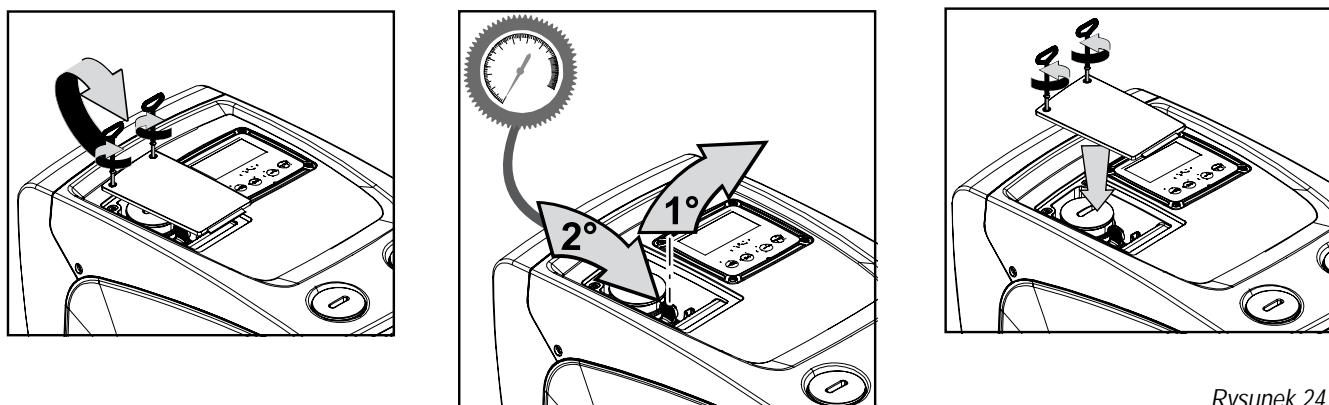

Rysunek 23
2. podniść gumową pokrywę korka dostępu do wału silnika (Rys.23);
3. przy użyciu klucza sześciokątnego na 10mm, usunąć korek dostępu do wału silnika (Rys.23);
4. wprowadzić płaski śrubokręt do zespołu wału silnika i manewrować w 2 kierunkach rotacji (Rys.23);